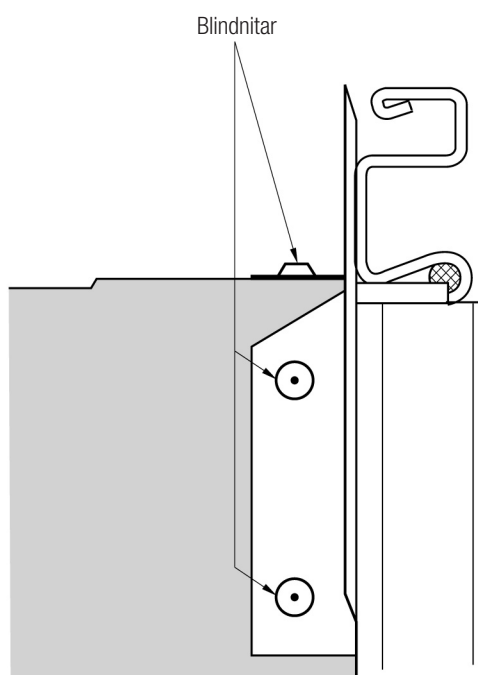

Fig. 6
4. Montera hörnstycken BFPG-55 med blindnitar enl. fig. 6.